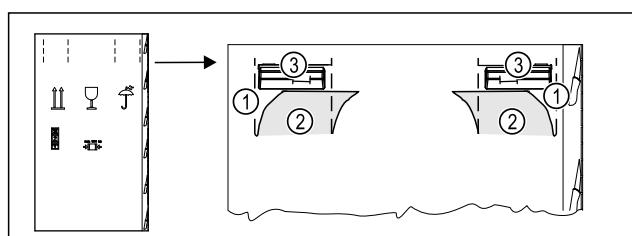

Fig. 3
- ▶ Introduire le carton d'emballage en haut au niveau de la perforation Fig. 3 (1).
- ▶ Retirer les languettes enfoncées Fig. 3 (2).
- ▶ La poignée de transport Fig. 3 (3) à droite et à gauche est visible.
- ▶ Tenir l'appareil au niveau des poignées de transport Fig. 3 (3).